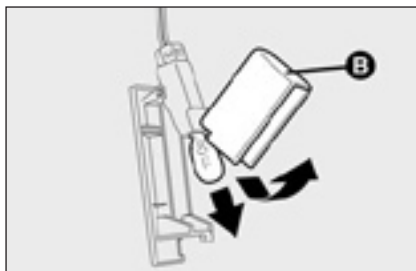

рис. 34
- откройте защитную крышку **В-рис. 34** и замените лампу;
- закройте защитную крышку **В-рис. 34**;